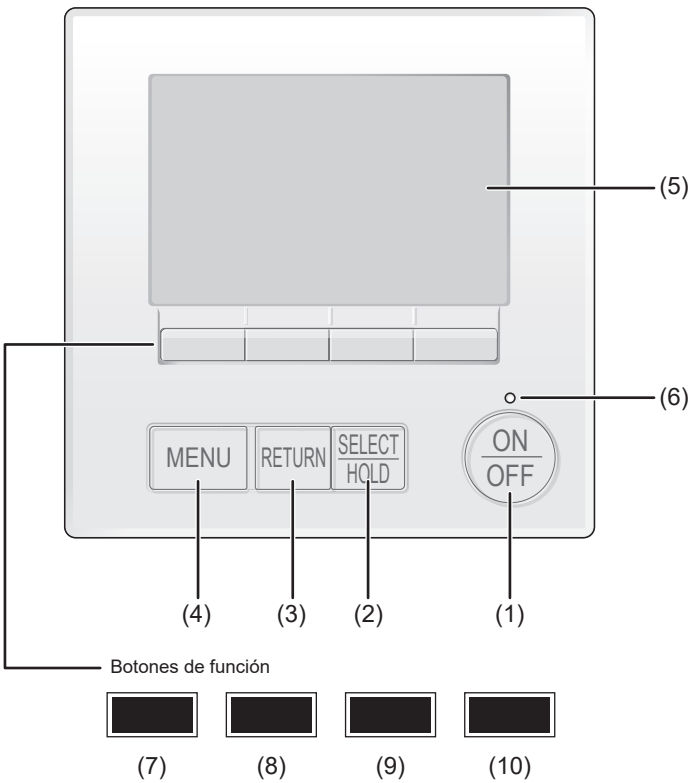

Fig. 7-1
7.2.1. Al usar el mando a distancia MA con cable (Fig. 7-1)